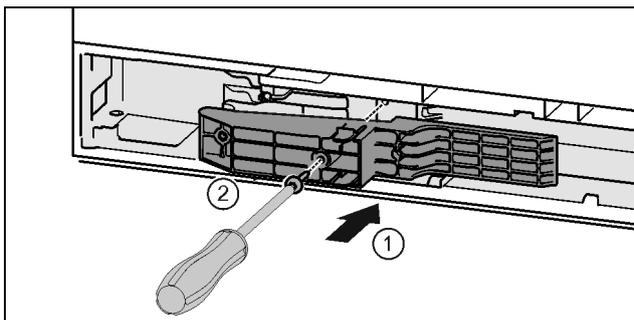

Fig. 45\*
- ▶ Τοποθετήστε τον αντάπτορα στην πλευρά της λαβής στην εγκοπή. Fig. 45 (1)\*
- ▶ Σφίξτε τις βίδες με κατσαβίδι T15. Fig. 45 (2)\*